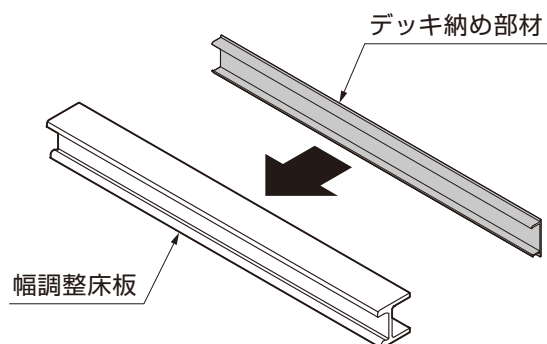

図1-14
②デッキ納め部材を幅調整床板にはめ込んでください。(図1-14参照)